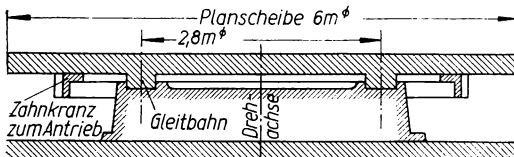

Bild 245
**375.** Bei einer Drehmaschine mit senkrechter Drehachse (Bild 245) ruht die waagerechte Planscheibe von  $6 \text{ m}$  Durchmesser auf einer kreisringförmigen Gleitbahn von  $2,8 \text{ m}$  mittlerem Durchmesser. Wieviel PS sind zum Überwinden der